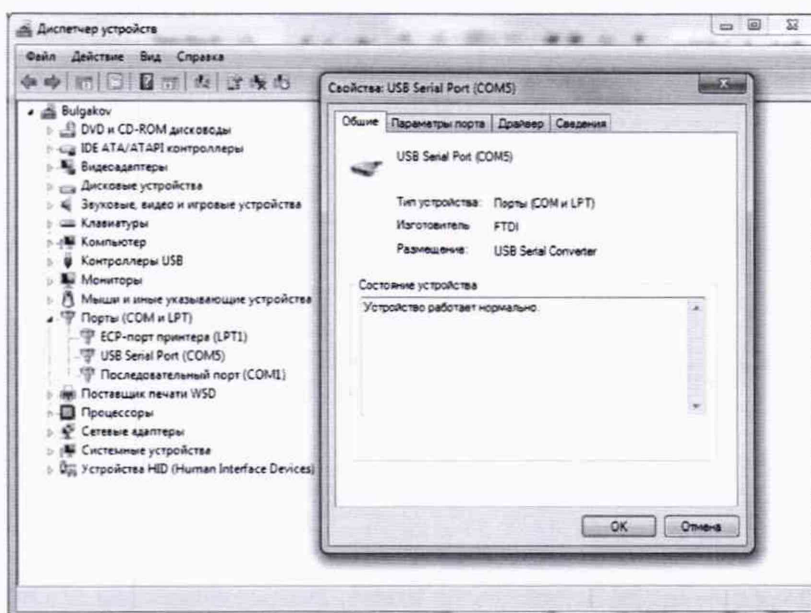
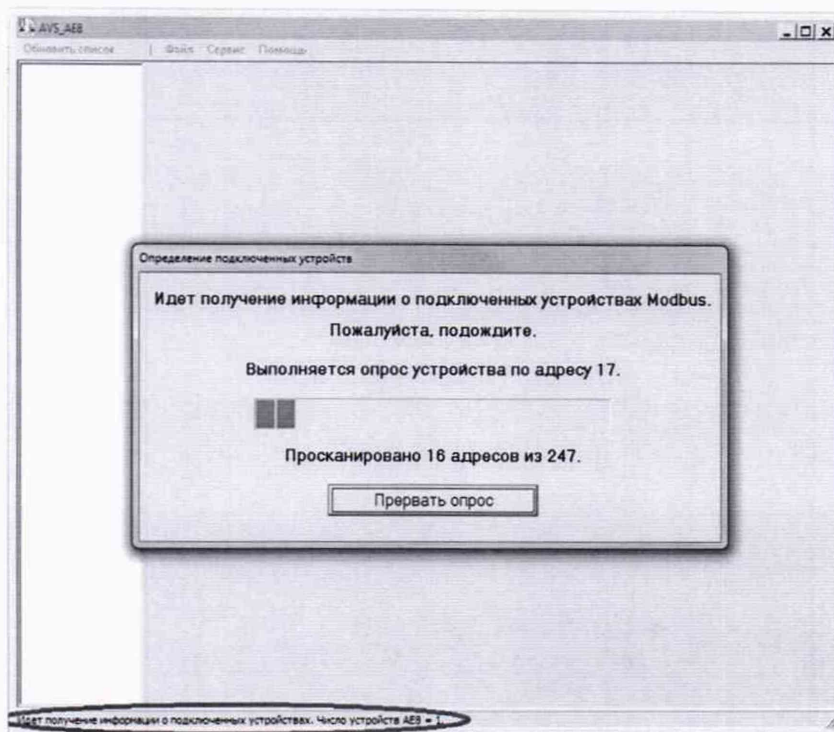

Рисунок 3 – Отображение подключения преобразователя USB↔RS485 к компьютеру
Рисунок 5 – Индикация поиска подключенного блока АВМ-АЧР
- убедитесь, что преобразователь интерфейсов отображается в системе, для этого необходимо открыть диспетчер устройств Window (рисунок 3). Номер COM-порту система назначает произвольно, поэтому он может отличаться от приведенного в примере;
- откройте программу «AVS_AE8». В появившемся окне выберите «Опрашивать RS-485» и нажмите кнопку «Настройки COM-порта». В появившемся окне измените номер COM-порта в случае, если он отличается, на номер, указанный в диспетчере задач (рисунок 3) и нажмите последовательно кнопки «Применить» и затем «Работа с устройствами» (рисунок Рис4). Начнется процесс определения подключенных устройств (рисунок 5);